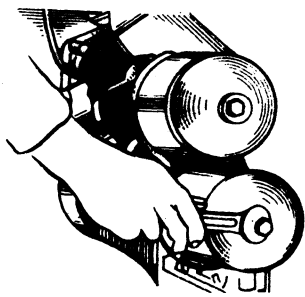

Рис. 43. Отвертывание болта крепления колпака
1. Отверните на 3—4 оборота болт крепления нижнего колпака фильтра (рис. 43) и слейте масло в подставленную посуду.